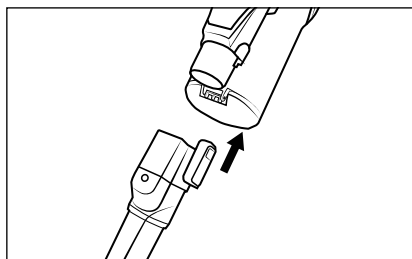

Bild 14
- ◆ Sätt tillbehöret på dammsugarröret **24** eller på dammsugarens insugsöppning och skjut in det tills det klickar fast (se bild 14). Kontrollera att låsningen sitter på rätt ställe.